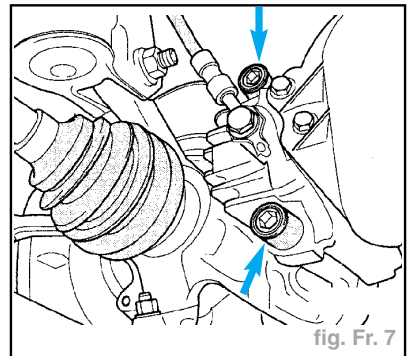

fig. Fr. 7
- Dévisser les deux pivots de guidage (flèche) de l'étrier de frein et les retirer (fig. Fr. 7).